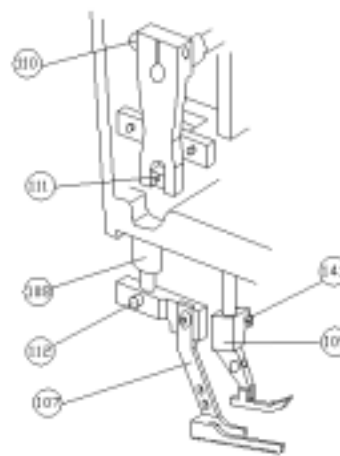

Fig. 43
Inserte el pie de presión mecánicamente activado (107) en su barra, en un ciclo de la máquina en la que pies el perro está debajo del placa de garganta. Fig. 43. Ajuste la articulación de codo para obtener una distancia de aproximadamente 0.3 mm entre el guía y el soporte de transporte de pie de presión (108). En cuanto esto ha sido hecho, bloquee el pie, que debe apoyar sobre la garganta plate y sea determinado paralelo hacia él(ella/eso). Inserte el mecanismo de punto (see sec.26) y el pie de presión articulado que (109) ahí obstruye. Gire la mano - rueda para traer al perro de pies al punto más bajo de su aplopejía. Arregle el pie de presión (109) empujándolo en el placa de garganta y verifique que es paralelo al pie de presión mecánicamente activado y al placa de garganta. Verificar que los dos pies de presión (107 - 109) aumentan la misma distancia encima del placa de garganta. Esta distancia puede ser ajustado por el tornillo (141). Fig. 43.